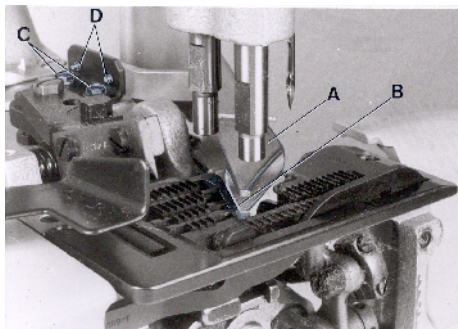

Fig. 24
The adhesive tape folder (A, Fig. 24) has to be assembled so, that it fits close to the bevelling of the cut-out in the throat plate (see Fig. 24). The inner lower edge of the folder mouth (B) must be flush with the top surface of throat plate, and set as far to the left in the throat plate cut-out so the adhesive tape will fully cover the closed bag opening. The folder bracket and the folder can be set accordingly after loosening screws (C and D, Fig. 24). Retighten screws.
Der Klebeband-Einfaßapparat (A, Fig. 24) muß so montiert sein, daß er satt an der Schräge des Ausschnitts in der Stichplatte anliegt (siehe Fig. 24). Die innere untere Kante des Apparate-Mundstücks (B) muß mit der Stichplattenoberfläche eben sein und so weit nach links in den Stichplattenausschnitt gestellt werden, daß das Klebeband die zugenähte Sacköffnung voll umschließt. Der Apparatehalter und der Apparat können nach Lösen der Schrauben (C und D, Fig. 24) entsprechend eingestellt werden. Ziehen Sie die Schrauben wieder an.